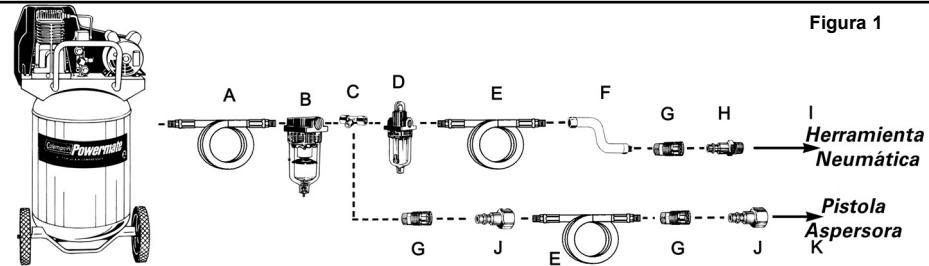
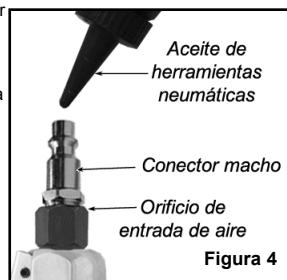

Figura 1
Figura 4
6. Conecte la herramienta al acoplador rápido de la manguera de aire. **NOTA: Se recomienda utilizar una manguera de conexión flexible con un cabezal giratorio (P012-0079SP - no incluida) para evitar que la manguera de aire se doble, enrosque o gaste demasiado (ver ítem "F" en la figura 1 para las conexiones recomendadas).**
Para conservar el funcionamiento óptimo de la herramienta neumática, debe ser lubricada cada vez que se utiliza. Las partículas, el polvo, el óxido y los residuos de aceite se acumulan dentro de la herramienta y reducen su desempeño. Se recomienda utilizar un engrasador en línea para una lubricación automática adecuada de la herramienta (ver Figura 1). Si no dispone de un engrasador en línea, puede lubricar la herramienta de forma manual a través del orificio de entrada (ver Figura 4).